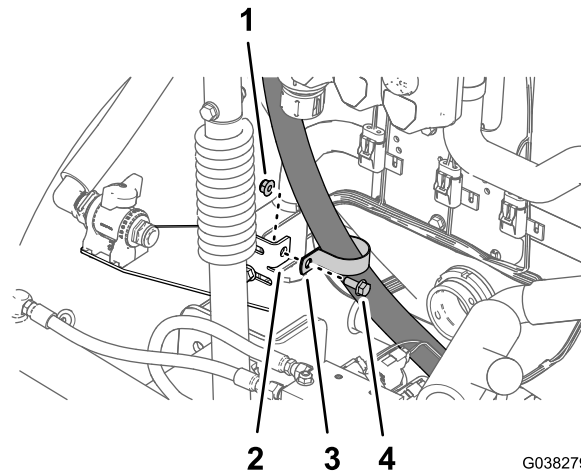

图72
- 用凸缘头螺栓 5/16 x $\frac{3}{4}$ 英寸和凸缘锁紧螺母 5/16 英寸将软管固定到搅拌阀支架的凸耳上 图72。